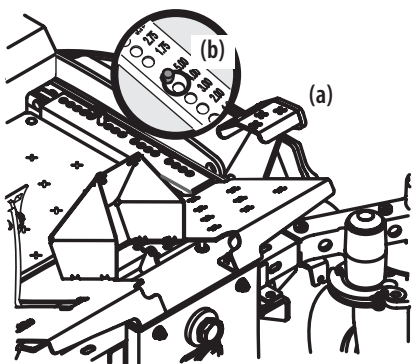

Figure 2-1
2. Utilisez la pédale de relevage du plateau de coupe (a) pour relever le plateau de coupe à la plus haute position. Fixez le plateau de coupe avec l'axe de chape (b) qui est attaché à l'appareil. Voir Figure 2-1.